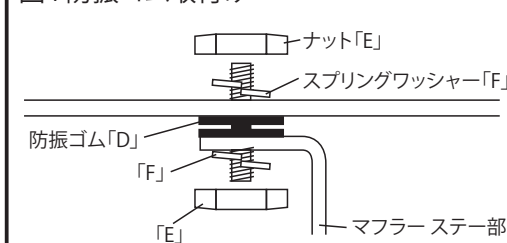

図2 純正アンダーカバー取り外し
2. 左右リアバンパー側面の純正アンダーカバーを取り外します。(図2参照)